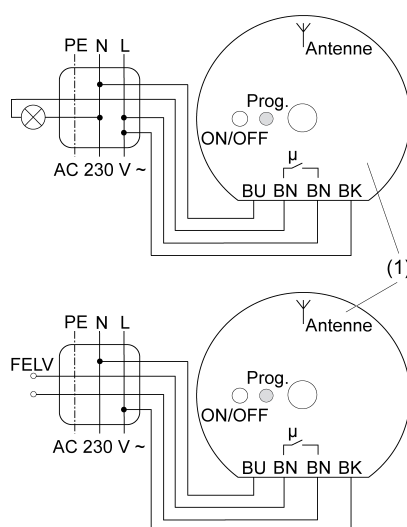

Figure 3
- Raccorder l'actionneur de commutation/à poussoir (1) aux bords de raccordement des lampes (voir Utiliser les bornes de raccordement des lampes) conformément au schéma de raccordement (figure 3).